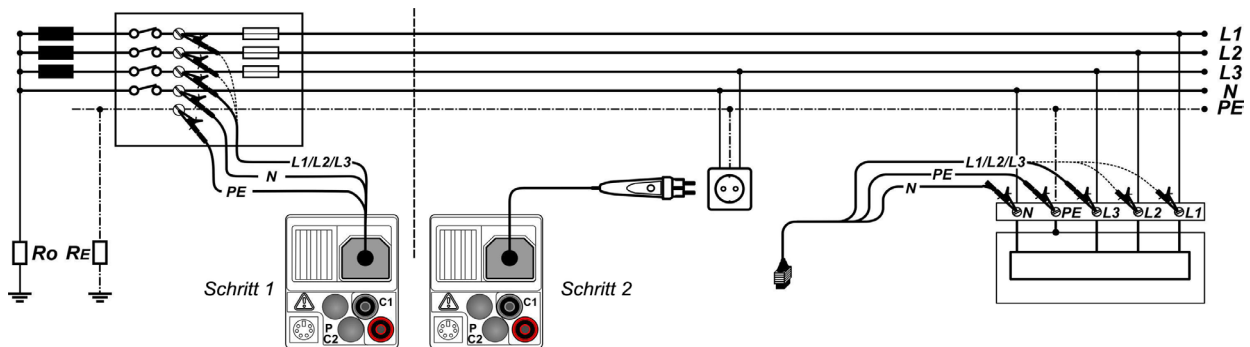

Abbildung 5.30: Anschluss des optionalen Commander-Prüfsteckers (044149) und der 3-Leiter-Prüfleitung - Abbildung am Beispiel des IT 130
- Kontaktieren Sie die Prüfleitungen an das Prüfobjekt (siehe Abbildung 5.30).